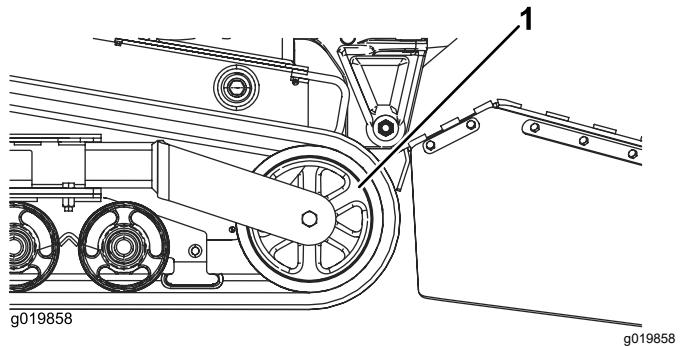

Bild 48
- Drücken Sie das Spannrad ganz nach hinten (Bild 48).
- Wenn Sie die Kette vom Spannrad entfernt haben, nehmen Sie sie von der Maschine ab (Bild 48).